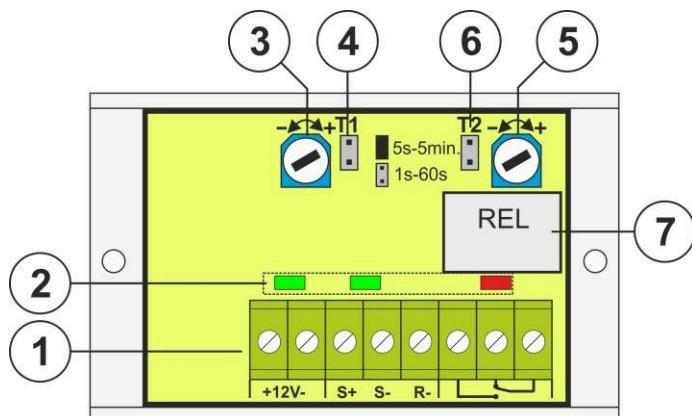

Fig. 1. Vue du module.
N° [Fig. 1]	Description
①	Connecteur : +12V - Alimentation électrique du module, tension continue S+ - entrée de commande fournie par l'alimentation positive S- - entrée de commande activée par l'alimentation négative (alimentation moins) R- - Entrée de réinitialisation activée par la masse (alimentation négative)  - Connecteur de relais REL ATTENTION ! Sur la figure 1, l'ensemble des contacts indique un état sans potentiel du relais.
②	LED (verte) : – indication optique vert – tension d'alimentation vert – indication du signal de déclenchement (S + ou S-) rouge – Indication d'activation du relais REL – (la LED est allumée lorsque le relais est activé)
③	Potentiomètre pour le réglage du temps de déclenchement T1
④	Cavalier de plage de temps T1 : <input checked="" type="checkbox"/> de plage de temps 1 s – 60 s Plage de temps 5 s – 5 min <input checked="" type="checkbox"/> Description : cavalier de plage de temps T1 activé, cavalier de plage de temps T2 activé
⑤	Potentiomètre pour le réglage du temps d'activation du relais T2
⑥	Cavalier de plage de temps T2 : <input checked="" type="checkbox"/> Plage de temps 1 s – 60 s <input checked="" type="checkbox"/> Plage de temps 5 s – 5 min Description : cavalier activé, cavalier activé
⑦	Relais